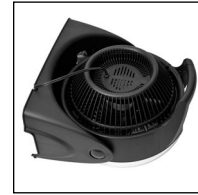

Fig. 5
- Vuelque con cuidado el ventilador sobre la parte frontal en una mesa (Fig. 5).